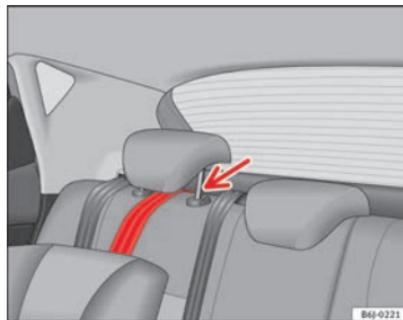

Fig. 28 Cinghia di fissaggio: regolazione corretta e montaggio
- Passare la cinghia di fissaggio del Top Tether sotto il poggiatesta del sedile posteriore → fig. 28 (sollevare il poggiatesta se necessario).